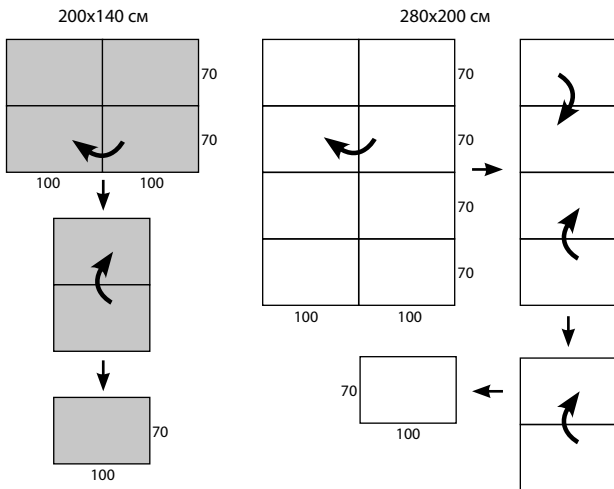

Рис. 4. Последовательность складывания нагревателей 200x140 см и 280x200 см
- Перед тем, как убрать нагреватель для длительного хранения, удалите загрязнения с помощью бытового пылесоса для «сухой» уборки. Затем правильно сверните нагреватель строго в той последовательности, которая указана на Рис. 4 и уложите в коробку для хранения.